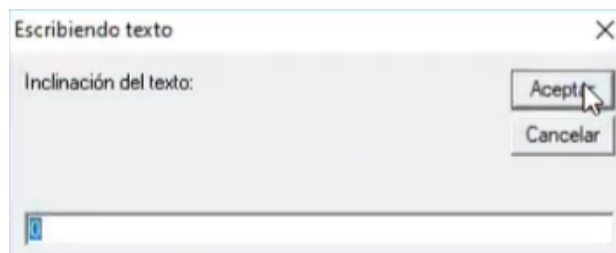

Figura 340. Inclinación del texto.
46. En la última ventana emergente, introducir una inclinación del texto adecuada y presionar “Aceptar”. Figura 340.